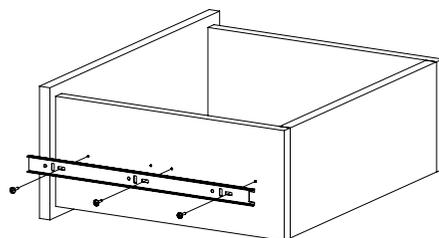

Рис.11
9. Соберите ящики. Для этого соедините детали 11 и 12 с деталью 13 при помощи конфирматов. Затем вставьте деталь 14 в пазы деталей 11, 12, 13. Соедините деталь 2 с полученной конструкцией и затяните головки минификсов (Рис. 10). Закрепите внутренние планки направляющих на деталях 11 и 12 шурупами 3,5х16 (Рис. 11). Остальные ящики собираются аналогично.